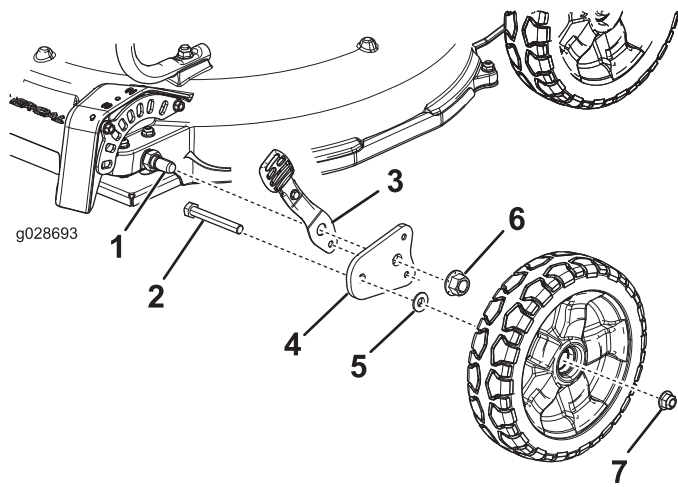

Figura 3
5. Instale el perno (3/8 x 2-3/4 pulgadas) en el nuevo brazo de pivote delantero desde el interior como se muestra en Figura 3.
6. Instale el brazo del muelle y el nuevo brazo de pivote delantero (con el perno—3/8 x 2-3/4 pulgadas) y fíjelos con la contratuerca (Figura 3).
7. Instale el espaciador de rueda y la rueda en la máquina y fíjelos con la tuerca con arandela prensada (Figura 3).